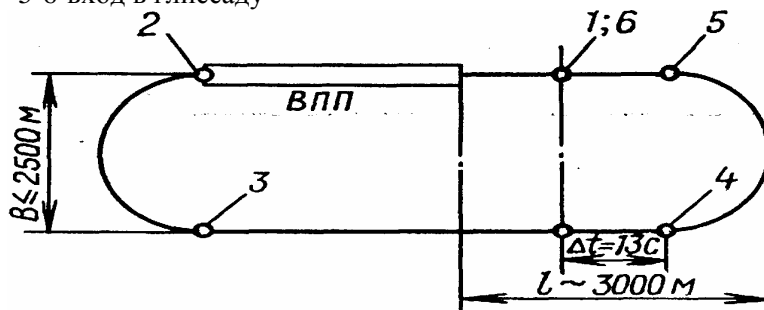

Рис. 4.2. Схема захода на посадку двумя разворотами на 180°
2. Заход на посадку двумя разворотами на 180° (рис. 4.2):